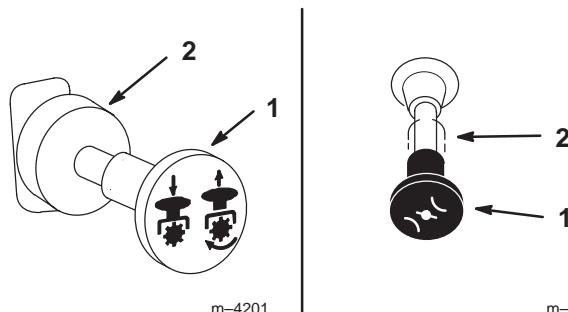

Figure 10
- Placez la commande de prise de force (PDF) en position Désengagée (Fig. 10).